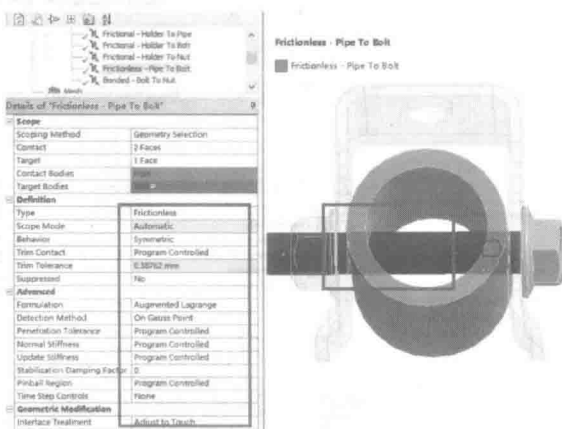

图 1-25 无摩擦接触设置
(5) 螺栓杆与圆管的接触, 单击【Bonded-Pipe To Bolt】→【Details of “Bonded-Pipe To Bolt”】→【Definition】→【Type】= Frictionless, 【Behavior】= Symmetric; 【Advanced】→【Formulation】= Augmented Lagrange, 【Detection Method】= On Gauss Point; 【Geometric Modification】→【Interface Treatment】= Adjust to Touch, 其他默认, 如图 1-25 所示。